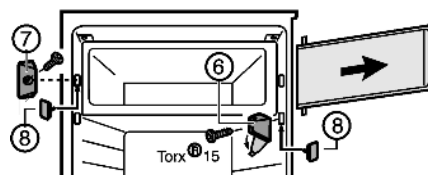

Fig. 3
- ▶ Afdekking aan lagerbus Fig. 3 (6) wegklappen.
- ▶ Lagerbus Fig. 3 (6) met de vakdeur losdraaien.
- ▶ Sluitstuk Fig. 3 (7) losdraaien.
- ▶ De vrij geworden gaten met de meegeleverde stoppen Fig. 3 (8) sluiten.